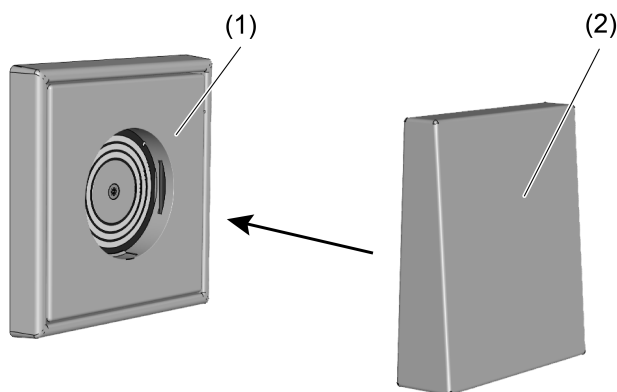

Imagen 1: Montaje del módulo de luz
- Colocar el módulo de luz (2) en el enchufe de luz (1) montado (Imagen 1).